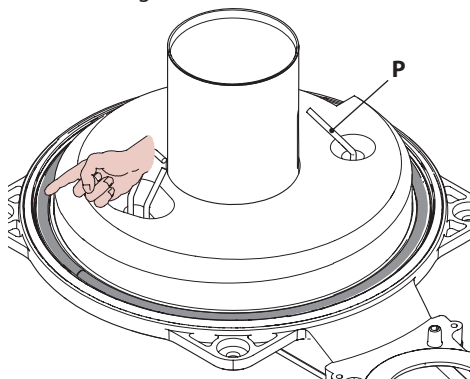

Figura 9.13
- La guarnizione in silicone della parete frontale della camera di combustione Figura 9.13 deve essere cambiata se deteriorata e comunque deve essere obbligatoriamente sostituita ogni 2 anni.
- L'elettrodo di rilevazione P in Figura 9.13 funge anche da sensore per il corretto scarico della condensa. Se tale elettrodo viene a contatto con acqua di condensa presente all'interno della camera di combustione manda in blocco di sicurezza la caldaia. Pertanto se si trova la coibentazione bagnata o deteriorata provvedere alla sostituzione.